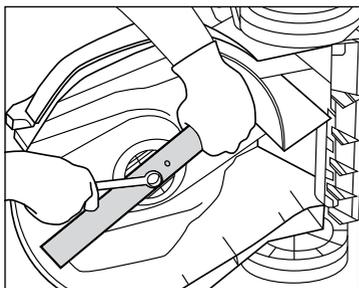

Рис. 11
3. Удерживая нож, с помощью гаечного ключа отсоедините болт крепления ножа и снимите шайбу (рис. 11).